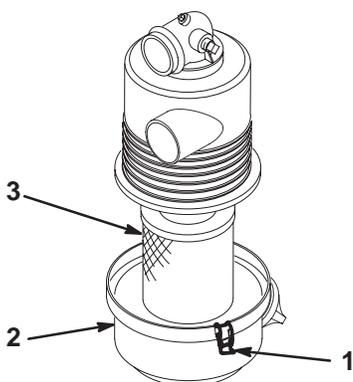

Figure 29
3. Desserrez les fixations qui maintiennent le couvercle sur le corps du filtre à air. Ôtez le couvercle du corps et nettoyez l'intérieur du couvercle (Fig. 29).
- Sortez l'élément filtrant du corps du filtre avec précaution pour ne pas déloger trop de poussière (Fig. 29). Évitez de cogner l'élément contre les parois du filtre.